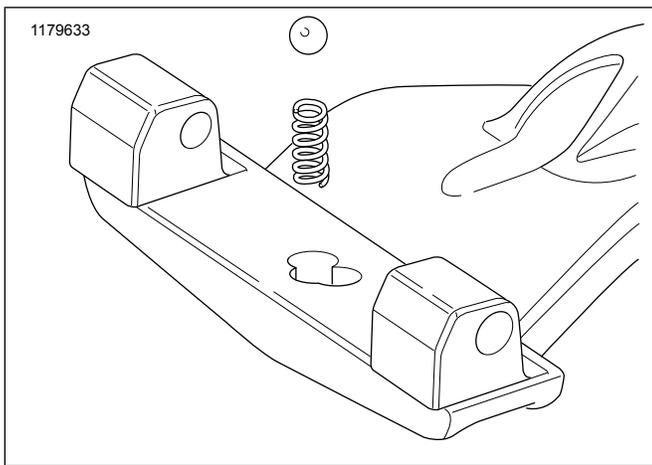

Abbildung 3. Einbauen von Kugel und Feder
5. Siehe Abbildung 3. Die Feder in das Sicherungsloch der Trittbrettstütze einsetzen. Die Kugel auf die Feder aufsetzen.